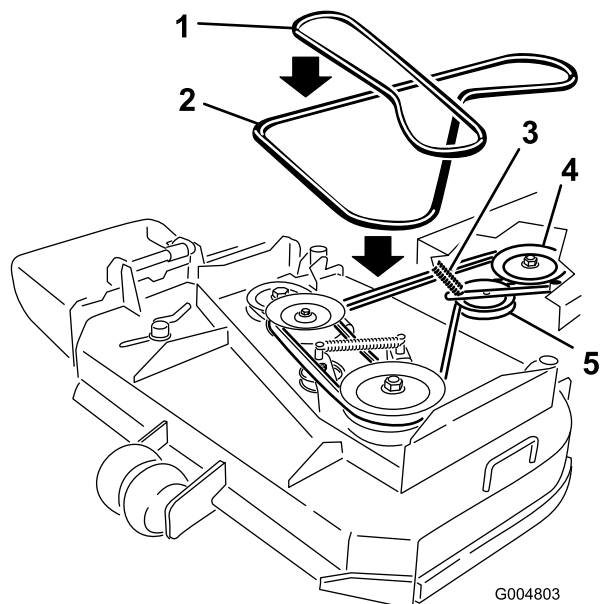

Figura 40
6. Rotolate la cinghia lontano dalla puleggia centrale sulla scocca del motore (Figura 40). Fate attenzione quando togliete la cinghia poiché la tensione aumenterà a causa della puleggia tendicinghia a molla.
7. Togliete la cinghia dalla puleggia del motore e dalla puleggia tendicinghia a molla (Figura 40).
8. Montate la cinghia sulla puleggia del motore e sulla puleggia tendicinghia a molla (Figura 40).
9. Rotolate la cinghia nella puleggia centrale sulla scocca del motore (Figura 40). Fate attenzione quando montate la cinghia poiché la tensione aumenterà a causa della puleggia tendicinghia a molla.